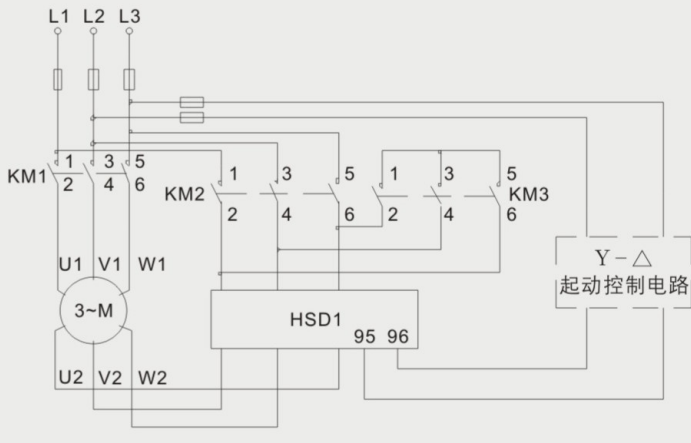

图3 电动机星三角起动线路
- 5.6 对采用Y-△起动的电动机，接线按图3，保护器整定电流值应取为电动机额定电流（线电流）值的 $1/\sqrt{3}$ ，因为保护器实际测量到的是△接法绕组内的相电流。